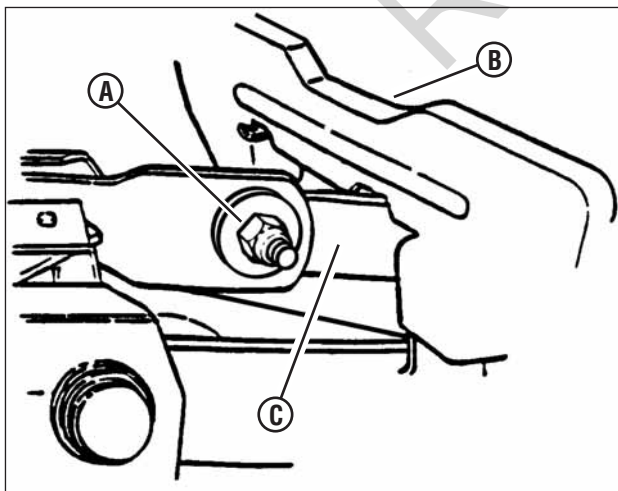
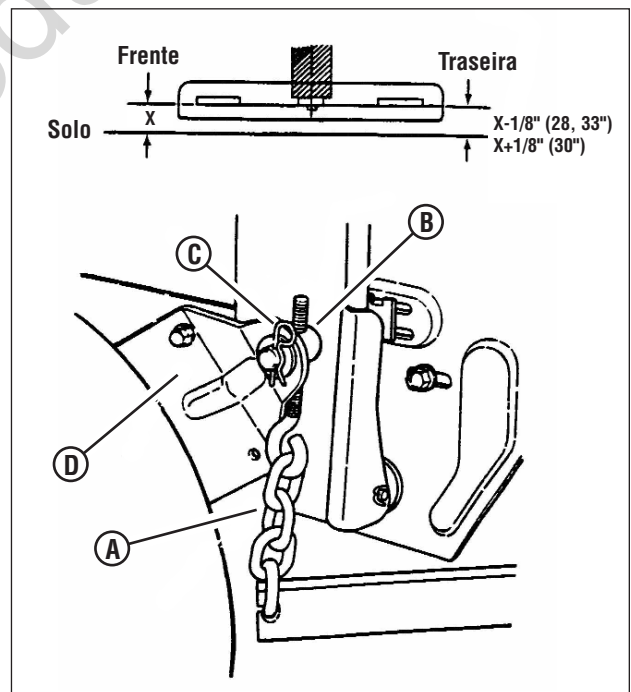

Figura 34: Ajustando o nivelamento da plataforma (de lado a lado)
Figura 35: Ajustando a plataforma do cortador (frente e a traseira)
4. Remova as correntes de sustentação traseiras (A, Figura 35) e deixe o centro traseiro da plataforma descansar sobre o ferro em ângulo.
6. Solte a ferragem (A, Figura 34) que prende o lado esquerdo do pedal da lâmina (B).
7. Mova o braço elevador (C) para cima ou para baixo conforme necessário até que a diferença de altura entre as pontas da lâmina seja de 1/8" no máximo.
9. Reajuste os pivôs da corrente de sustentação traseira (B, Figura 35) para ficarem alinhados com os orifícios dos suportes de apoio (D).
Com o Cortador com Motor Traseiro sobre uma superfície lisa e nivelada, gire a lâmina até que suas pontas fiquem voltadas para a frente e a traseira da plataforma. Meça a distância das pontas da lâmina até o solo (Figura 35). A distância deve ser a mesma, ou com a traseira de 1/8" a 1/4" mais baixa que a frente. Se a ponta traseira da lâmina estiver mais alta que a da frente, ou mais baixa que 1/4" que a da frente, prossiga com o ajuste.
Com o Cortador com Motor Traseiro sobre uma superfície lisa e nivelada, gire a lâmina até que suas pontas fiquem voltadas para a frente e a traseira da plataforma. Meça a distância das pontas da lâmina até o solo (Figura 35). A distância deve ser a mesma, ou com a traseira de 1/8" a 1/4" mais alta que a frente. Se a ponta traseira da lâmina estiver mais baixa que a da frente, ou mais alta que 1/4" que a da frente, prossiga com o ajuste.
1. Remova as correntes de sustentação traseiras (A, Figura 35).
2. Gire cada pivô de sustentação (B) o mesmo número de vezes no parafuso do olhal para elevar ou rebaixar a traseira da plataforma.